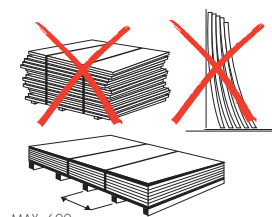

fig. 6.
- Plaats pallets en platen op een vlakke ondergrond die over het totale oppervlak ondersteuning biedt. (fig 6.)